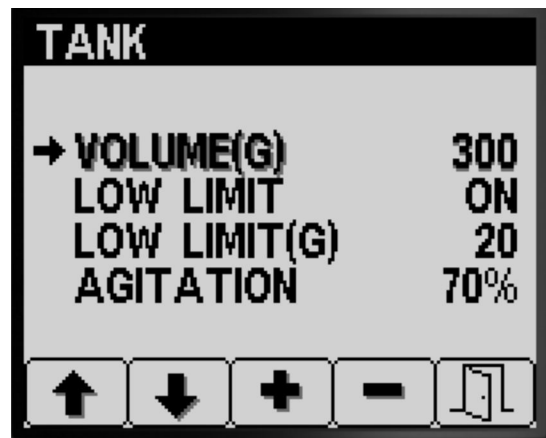

Figure 12
- Appuyez sur le bouton 1 ou 2 pour naviguer jusqu'à l'option VOLUME DE CUVE (Figure 12).
- Appuyez sur le bouton 3 ou 4 pour augmenter ou réduire le volume de produit chimique dans la cuve du pulvérisateur (Figure 12).